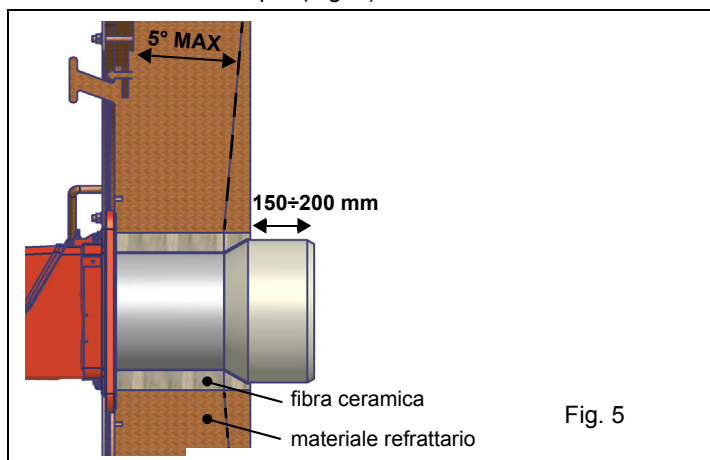
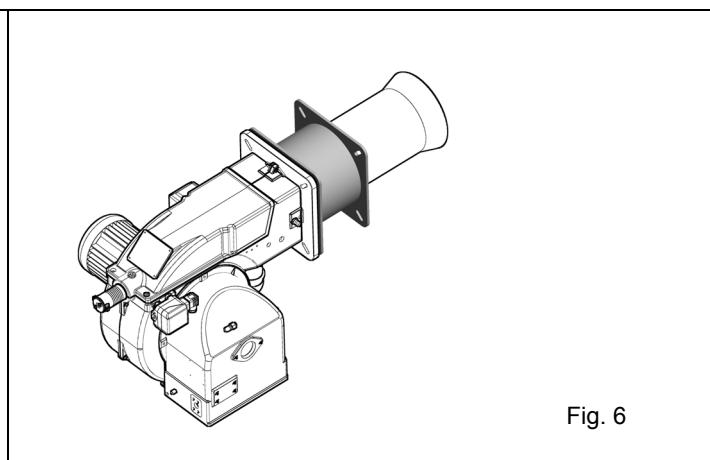

Fig. 5
Fig. 6
I bruciatori descritti in questo manuale sono stati provati in camere di combustione rispondenti alla norma EN676, le cui dimensioni sono descritte nel diagramma. Nel caso in cui il bruciatore debba essere abbinato a caldaie con camera di combustione di diametro inferiore o di minore lunghezza di quelle descritte nel diagramma, contattare il Costruttore per verificare che esso si adatti all'applicazione per cui è previsto. Per abbinare correttamente il bruciatore alla caldaia, verificare la tipologia di boccaglio. Verificare inoltre che la potenza richiesta e la pressione in camera di combustione rientrino nel campo di lavoro. In caso contrario dovrà essere rivista la scelta del bruciatore, consultando il Costruttore. Per la scelta della lunghezza del boccaglio applicare la regola seguente, anche in difformità alle indicazioni del costruttore della caldaia: Caldaie a tre giri di fumo (con il primo giro fumi nella parte posteriore): il boccaglio deve entrare in camera di combustione per circa 150÷200 mm (Fig. 5). La lunghezza dei boccagli non sempre soddisfa questo requisito, pertanto potrebbe essere necessario utilizzare un distanziale di misura adeguata, che serve a far arretrare il bruciatore in modo da soddisfare le misure di cui sopra (Fig. 6).
3. stringere le viti A, B, C e D (Fig. 4 - Fig. 5), rispettando le posizioni di montaggio (Fig. 7);